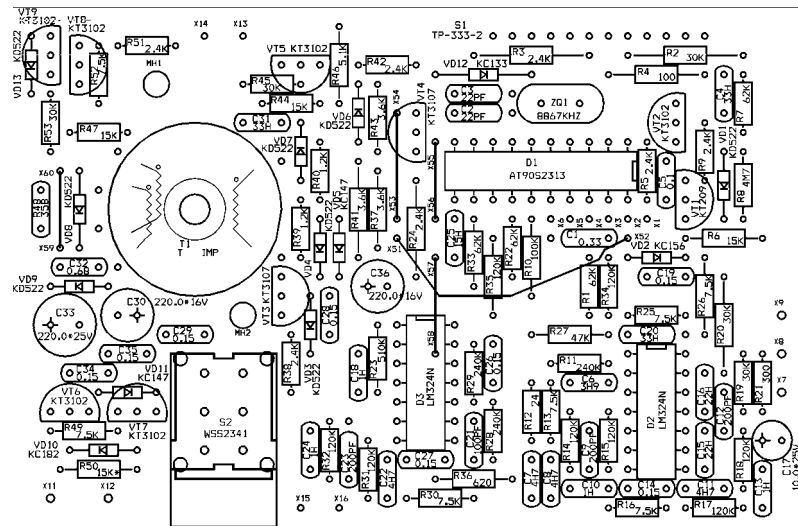

рис. 3
**Конструкция.** Телефон собран в корпусе TP-333. Чертеж печатной платы (69x105 мм) представлен на рис.3, 4. Импульсный трансформатор аналогичен описанному в [1] - на кольце K16x10x4 2000НМ. Можно лишь добавить, что для 4000НМ достаточно 210 витков первичной обмотки и 35 витков вторичной, а для 6000НМ - соответственно 180 и 30 витков.